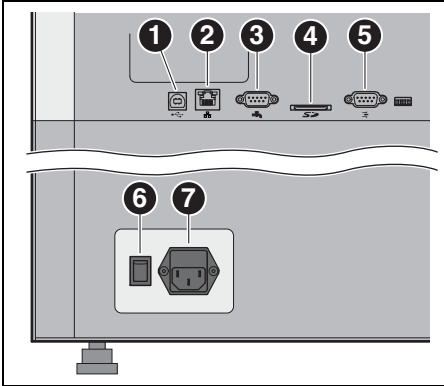
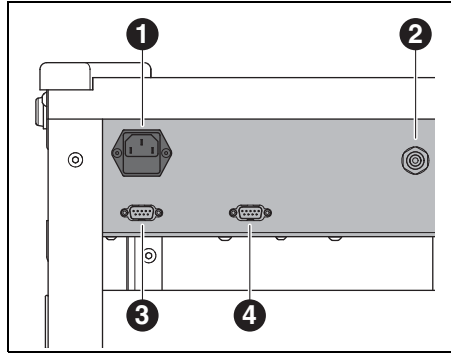

Bild 12 Schnittstellen an der Rückseite der Ceramill Motion 2
Bild 13 Schnittstellen an der Rückseite des Ceramill Coolstream
- ▷ Die Steuerungsschnittstelle für Ceramill Coolstream an der Rückseite des Ceramill Motion 2 ([3] in Bild 12) und an der Rückseite des Ceramill Coolstream ([3] in Bild 13) mit dem Steuerungskabel verbinden.
- ▷ Das Steuerungskabel der Absaugung an die Steuerungsschnittstelle für Absaugung an der Rückseite des Ceramill Coolstream ([4] in Bild 13) anschließen.
- ▷ Das Netzkabel an den Netzanschluss ([1] in Bild 13) des Ceramill Coolstream sowie an eine Netzsteckdose anschließen.
- ▷ Die USB-Schnittstelle ([1] in Bild 12) der Ceramill Motion 2 und eine freie USB-Buchse des PCs mit dem USB-Kabel verbinden.